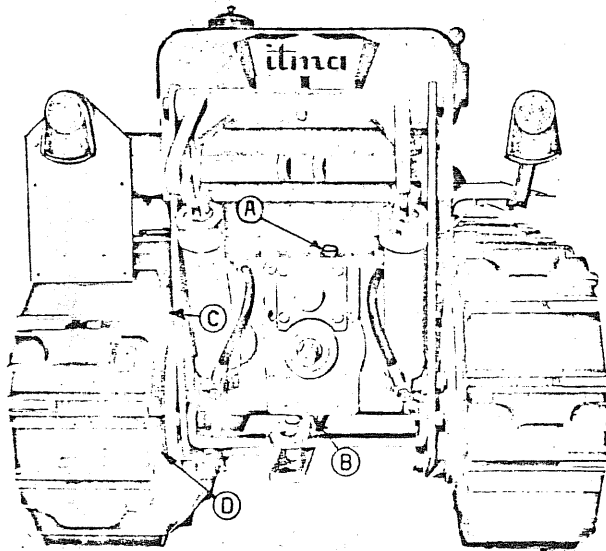

Fig. 14
**Scatola cambio e riduttore centrale (fig. 14 e 15)**
**Boîte de vitesses et réducteur central (fig. 14 et 15)**
**Getriebegehäuse und Reduktionsgetriebe (Bild 14 und 15)**
**Riduttori laterali (fig. 14)**
**Réducteurs latéraux (fig. 14)**
**Seitenreduktionsgetriebe (Bild 14)**